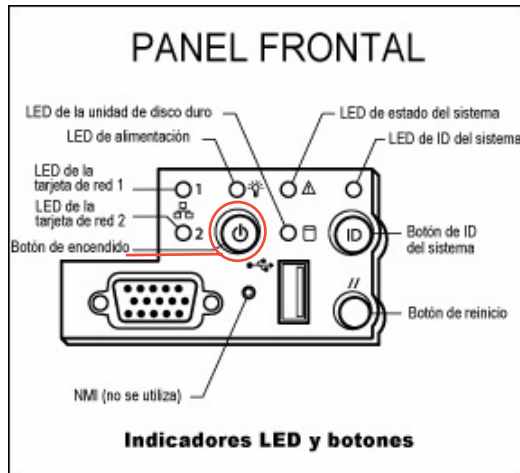

FIGURA 4-12 Detalles del botón de encendido y el panel delantero
8. Encienda el servidor H1 (número de serie que termina en “-H1”) pulsando el botón de encendido (FIGURA 4-12) en el panel delantero (detrás de la placa delantera).